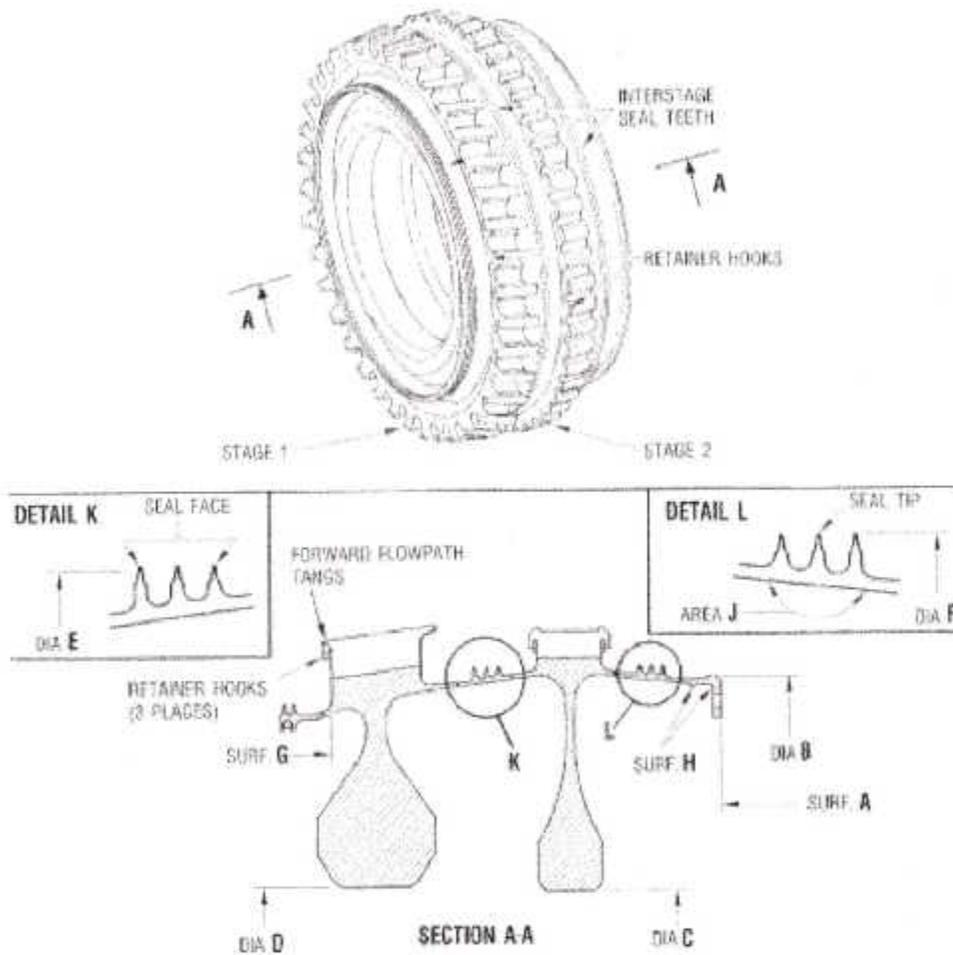

Fig.IV. 2 : Inspection Visuelle des Rainures de la Queue d'Aronde du 1^{er} et 2^{ème} Etage Rotor.
1. On fait une inspection visuelle sur les rainures de la queue d'aronde de 1^{er} et 2^{ème} étages rotor (fig. IV. 2).